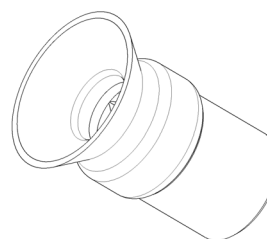

figura 28
- 2 **Ogni settimana:** verificare che la guarnizione del giunto raschiatore non sia usurata. Se lo fosse, sostituire con ricambio originale del fabbricante. (vedere figura 28)